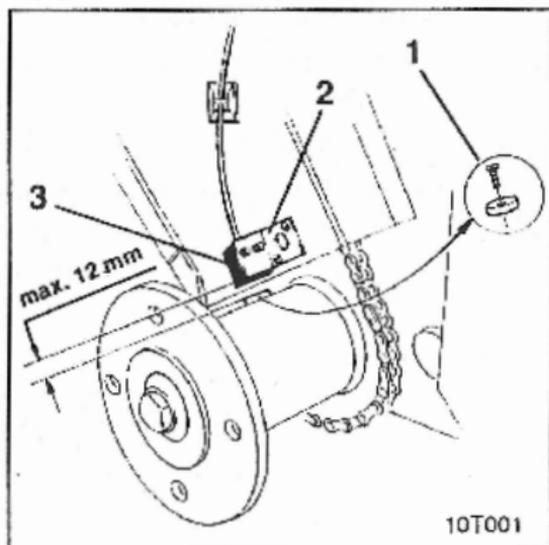

Fig. 9.3
- El imán (fig. 9.3/1) en el eje de accionamiento,
- Situar el soporte del sensor (fig. 9.3/2, nº de pedido 950725) con el sensor «HA»
(fig. 9.3/3) próximo al imán (fig. 9.3.1).